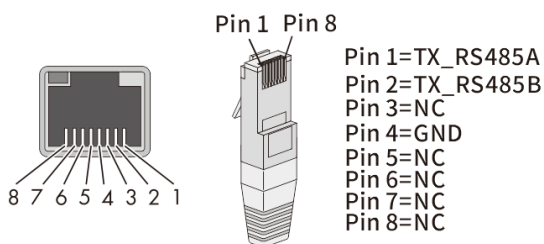

Abb. 27: Kabelanschlussbelegung
1. Ader abisolieren und in die entsprechende Klemme crimpen (siehe Abb. 27 gem. DIN 46228-4)